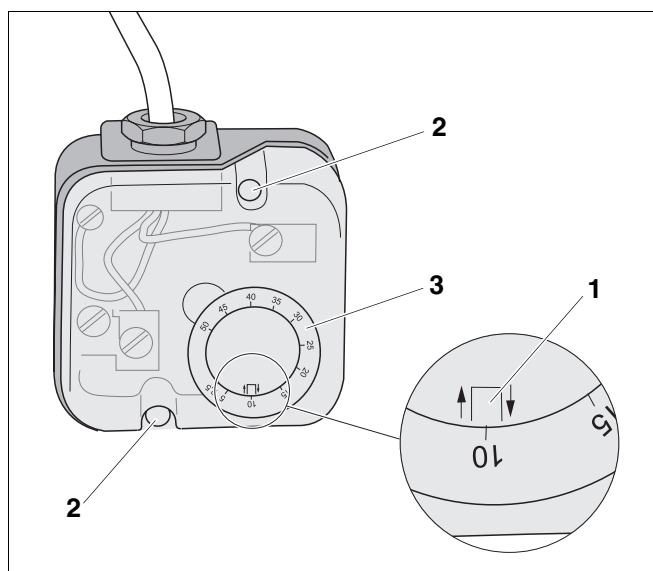

Рис. 29 Настройка прибора контроля давления газа
- Проверить и при необходимости откорректировать настройку прибора контроля давления газа (рис. 29):